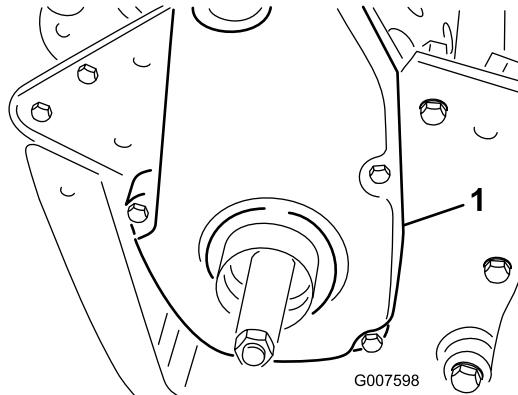

Рисунок 40
- Снимите детали крепления и крышку ремня, чтобы открыть ремень (Рисунок 40).